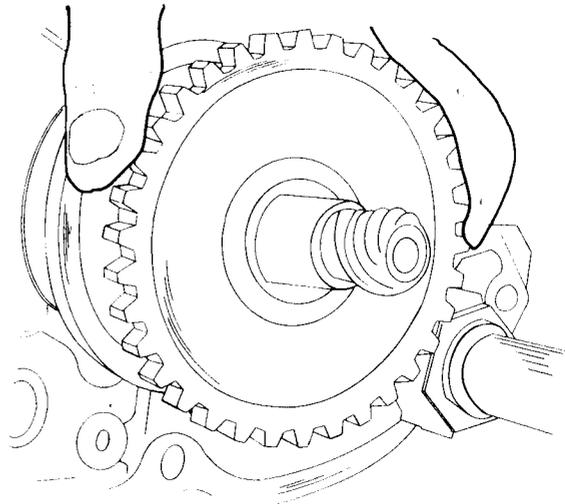

Bild 125
- Die Teile des 5. Ganges und das Rückwärtsgangrad am Ende der Welle anbringen (Bild 125) und die Mutter anziehen. Dazu den 4. Gang eingeschaltet lassen und ausserdem den 1. oder 2. Gang einschalten (Schiebemuffe über ein Gangrad schalten), um das Getriebe zu blockieren.